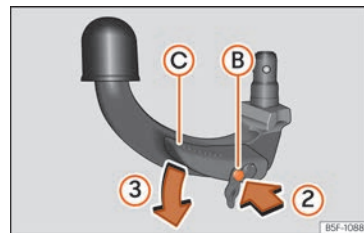

Abb. 265 Schritt 2
- Drücken Sie den Entriegelungsbolzen ② in Pfeilrichtung ② und gleichzeitig den Hebel ③ in Pfeilrichtung ③ bis zum Anschlag »» **Abb. 265**.